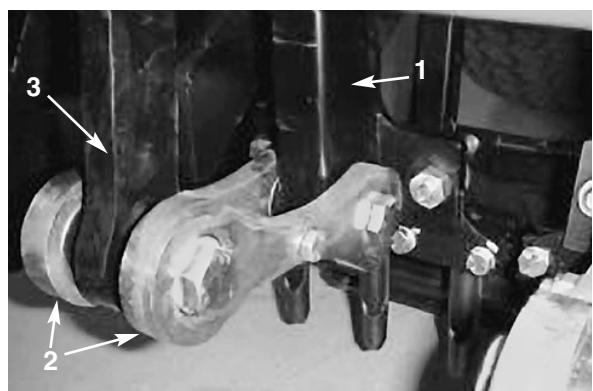

Bild 32
- 6.** Entfernen Sie die Befestigungsteile, mit denen die Unterseite des Zinkenarms oder Rotalink-Arms an den Unterlenkern befestigt ist (Bild 32). Flüchten Sie den Zinkenarm mit dem Schlitz im Rahmen aus und schieben ihn vom Kurbelstift ab.